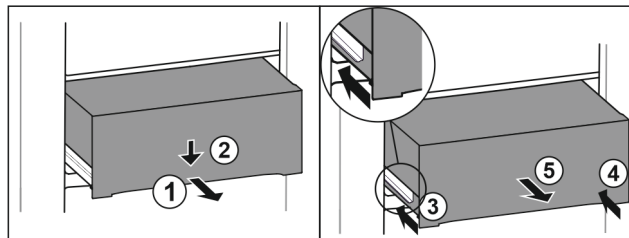

Fig. 84
- ▶ Schubfach halb herausziehen. Fig. 84 (1)
- ▶ Schubfach an der Vorderseite nach unten drücken. Fig. 84 (2)
- ▶ Linke Schiene etwa 2 cm einschieben. Fig. 84 (3)
- ▶ Rechte Schiene etwa 2 cm einschieben. Fig. 84 (4)
- ▶ Schubfach nach vorne entnehmen. Fig. 84 (5)